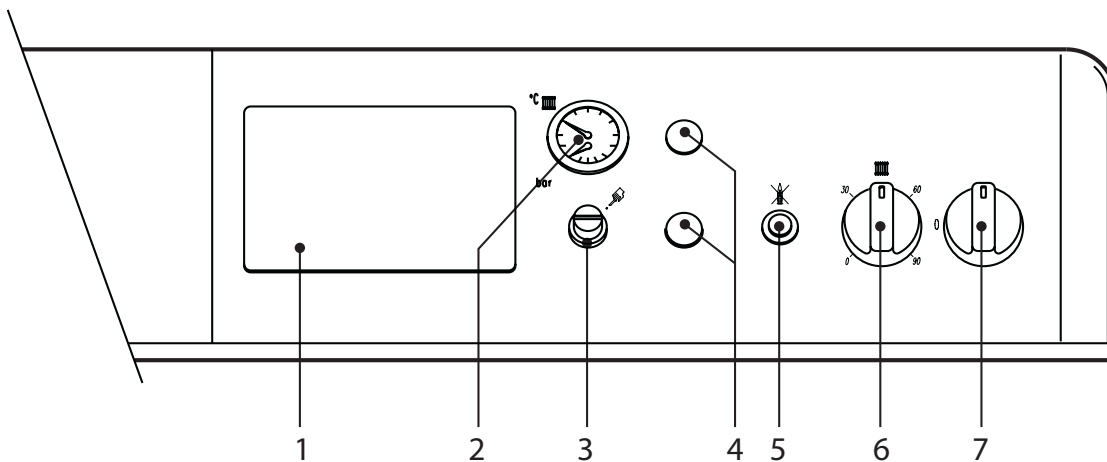

Рис.1
- ♦ Поверните переключатель котла "7" в положение 1 (Рис. 1).
- ♦ Если на котле установлен электронный термостатический контроллер (поз.1 Рис. 1), пользователь должен учесть инструкции его изготовителя.
Поверните ручку 6 (Рис. 1) по часовой стрелке для увеличения температуры воды в системе, для ее снижения поверните ручку против часовой стрелки. Температура может изменяться в пределах от 30°C до 90°C. Рекомендуется эксплуатировать котел при температуре не ниже 45°C.
Установите желаемую температуру, используя термостат помещения. Котел, управляемый термостатом помещения, запускается и подает в систему отопления воду с температурой, установленной регулировочным термостатом котла 6 (Рис. 1). При достижении заданной температуры в помещении, котел прекращает работать.
Давление холодной воды в заполненной системе должно составлять 1 бар (давление показывает манометр котла, деталь 2, Рис. 1). В случае снижения давления в системе (вызванного испарением газов, растворенных в воде), пользователь должен повысить его, осуществив подпитку системы, используя наполнительный кран. После окончания операции подпитки, всегда закрывайте кран.